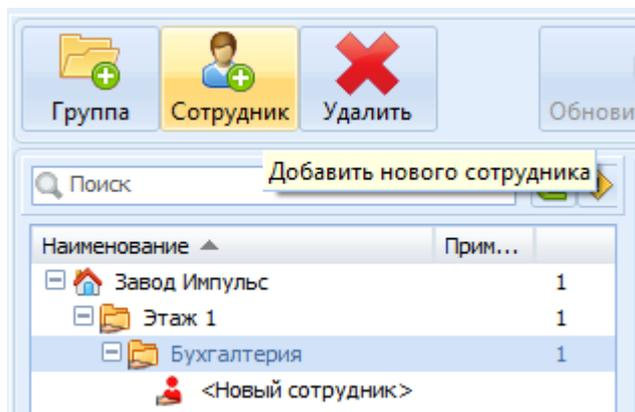

Рисунок 25.38 – Поле списка объектов картотеки, в отдел Бухгалтерия добавлен новый сотрудник
1) В «Поле списка объектов картотеки» выбрать подразделение, в которое необходимо добавить нового сотрудника и воспользоваться кнопкой «Сотрудник» панели меню или выбрать пункт **Создать** → **Сотрудник** контекстного меню (рисунок 25.38).